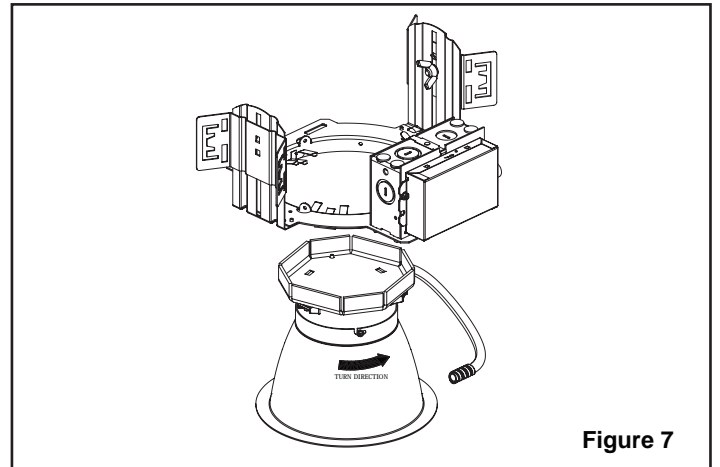

Figure 7
4. Attach the trim to light engine assembly, and quarter turn to secure. (See Figure 7)
4. Attachez la garniture à l'ensemble du moteur de luminaire et tournez d'un quart de tour pour bien la fixer en place (voir figure 7).